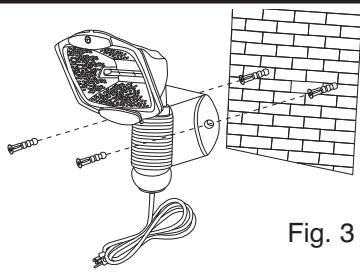

Fig. 3
3. Monte instalación fija a utilizar de pared dos tornillos proporcionados (Fig. 3).